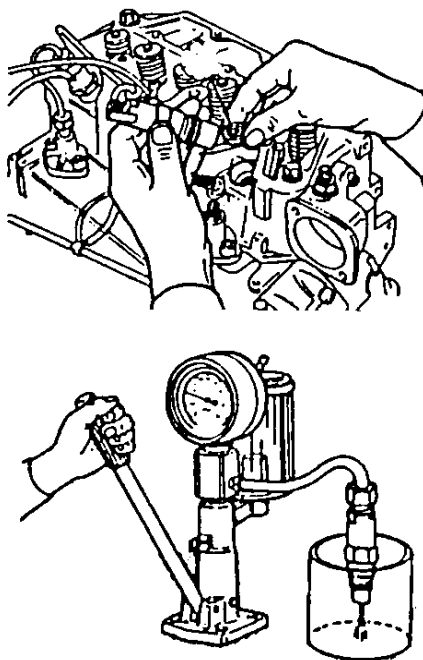

Рис.84
- Подсоедините форсунку к насосу контрольного приспособления и подкачиванием топлива к форсунке проверьте ее на давление впрыска, качество распыла топлива. Давление впрыска должно быть 130 кгс/см (13МПа); давление регулируется изменением толщины шайбы под пружиной иглы распылителя. Распыл топлива должен быть мелкий, равномерный, без видимых струй, с четкой отсечкой (рис.84).